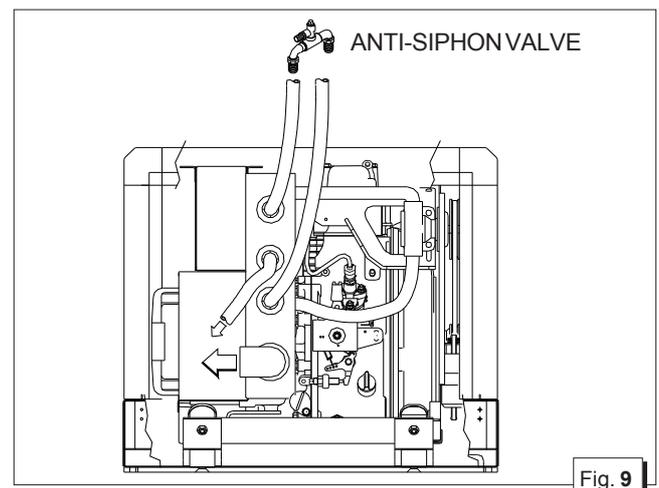

Fig. 9
*N.B.: Si consiglia di portare il condotto di drenaggio in sentina perché dallo stesso, durante il normale funzionamento, potrebbero fuoriuscire piccole quantità di acqua. La cassa è già predisposta con n° 2 fori per l'allacciamento della valvola antisifone (fig. 9).*